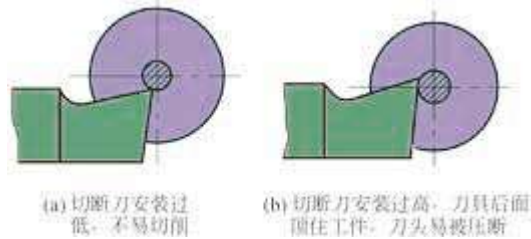

图 2-13 切断刀刀尖必须与工件中心等高
2) 切断刀刀尖必须与工件中心等高，否则切断处将剩有凸台，且刀头也容易损坏（图 2-13）。